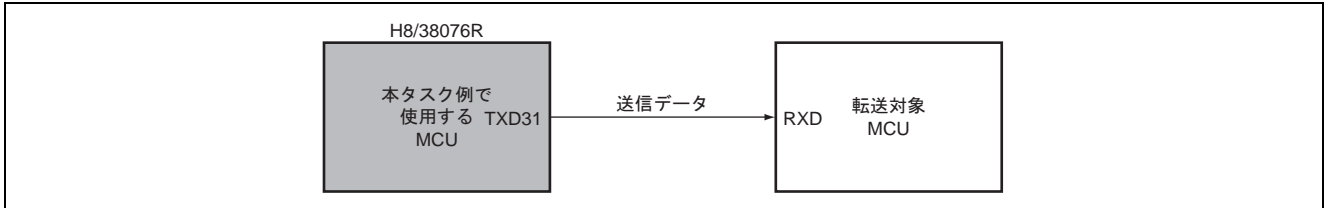

図 1 調歩同期式モードのシリアルデータ送信接続図
- 図 1 に調歩同期式モードのシリアルデータ送信の接続例を示します。